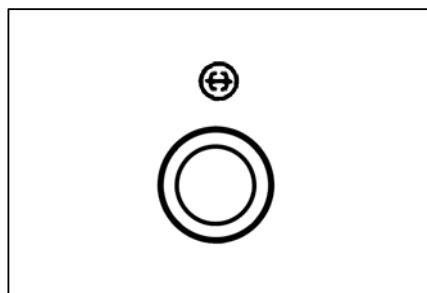

fig. 7
11. Appuyez sur le bouton  (fig. 7).